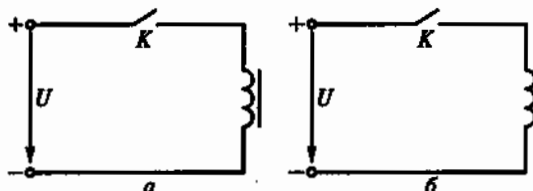

Рис. 47
2.20. Магнитный поток какой катушки, подключенной к источнику постоянного напряжения, быстрее достигнет установившегося значения: с ферромагнитным сердечником (рис. 47, *a*) или без него (рис. 47, *б*)?